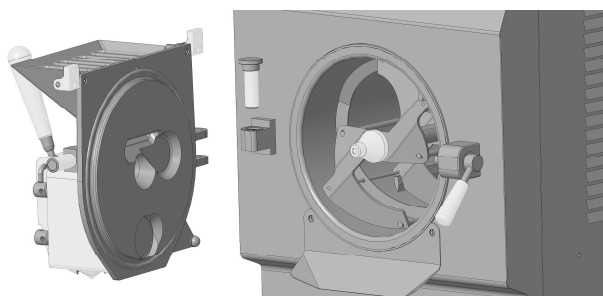

Fig.5
- Sfilare verso l'alto il perno cerniera e rimuovere il portello sostenendolo con entrambe le mani. (Fig.5)